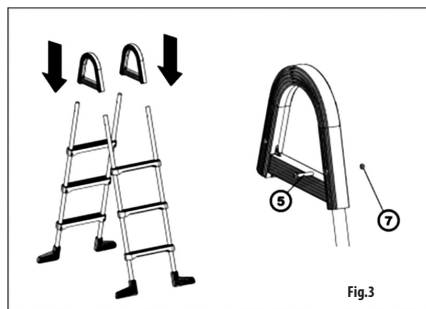

Fig. 3
Introduisez les échelles montées dans les arcs (2) (Fig. 3), bloquez-les à l'aide des vis correspondantes (5). Faites attention à ce que leur orientation (les têtes des vis devraient être orientées « vers l'extérieur » de l'échelle).